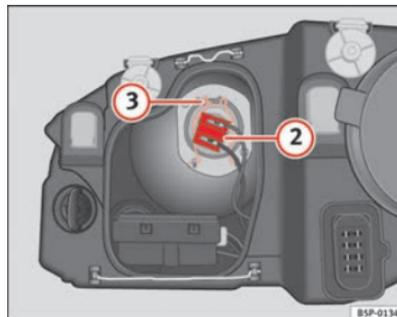

Abb. 180 Abblendlicht
- Ziehen Sie den Stecker ⇒ Seite 273, Abb. 180 ② von der Lampe ab.
- Die Haltefeder ⇒ Seite 273, Abb. 180 ③ durch Eindrücken und Rechtsdrehung abnehmen.